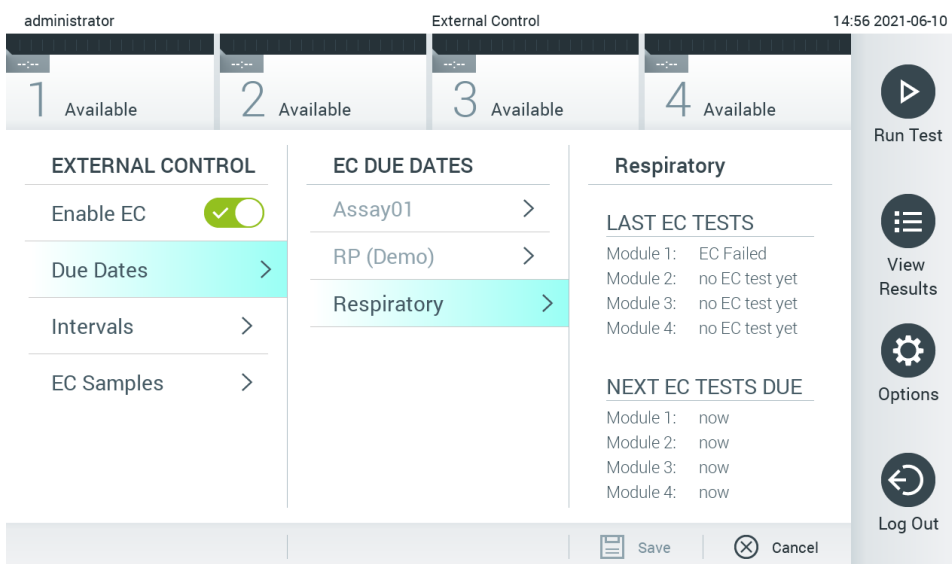

图 51. External Control Due Dates（外部对照品到期日期）屏幕。
3. 选择 **Due Dates**（到期日期），然后从列表中选择一项检测，以查看各检测和分析模块的上次外部对照品测试是何时执行的，以及下次外部对照品测试预定在何时进行（图 51）。